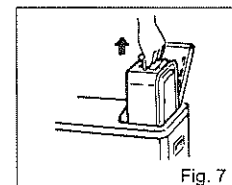

Fig. 7
- (1) Asegúrese de apagar el calefactor y de dejar que se torne frío al tacto antes de recargarlo.
- (2) No retire el tanque en cartucho mientras el calefactor está encendido o todavía caliente. (Fig. 7)
- (3) Use el sifón incluido para recargar el calefactor.